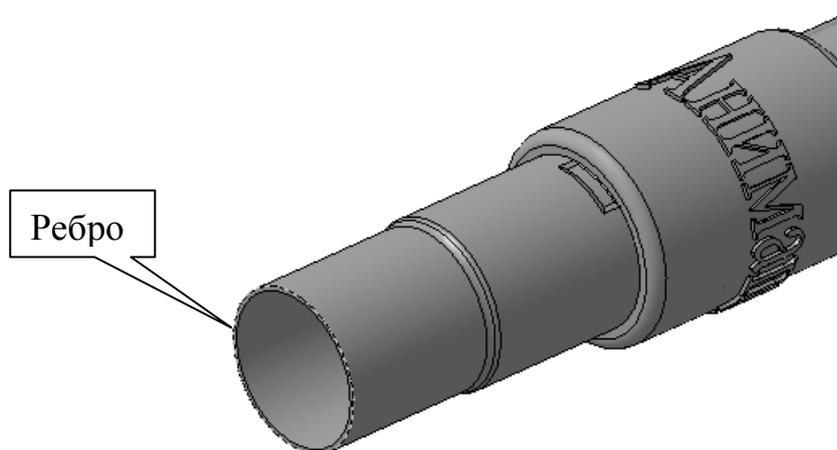

Рис. 14.19. Иллюстрация способа построения точки
- на вкладке **Параметры** выберите **Способ построения точки: В центре** и укажите курсором в окне модели ребро внутренней трубы (рис. 14.19). В **Дереве построения**, в разделе **Кривые и точки** появится элемент **Точка:1**.